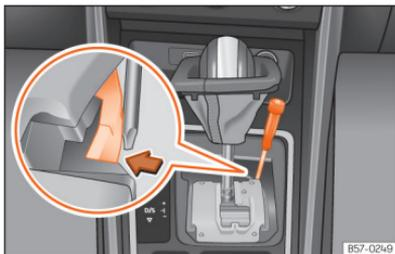

Abb. 93 Wählhebel: Notentriegeln aus der Parkstellung
- Drücken Sie seitlich mit Hilfe der flachen Seite des Schraubendrehers auf die gelbe Taste und halten Sie sie gedrückt >>> **(Abb. 93)**.